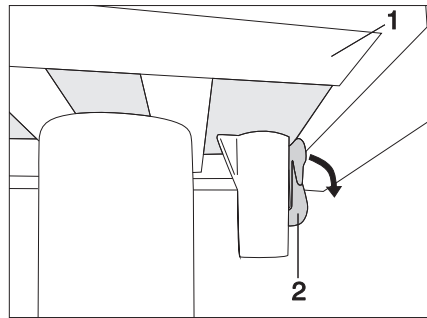

Fig. 83 Bloqueo de la mesa de una columna (bloqueada)
- Empujar la palanca de bloqueo (Fig. 83,2) hacia abajo.
- Desplazar a la posición deseada el tablero de la mesa (Fig. 83,1).
- Empujar la palanca de bloqueo (Fig. 83,2) hacia arriba.